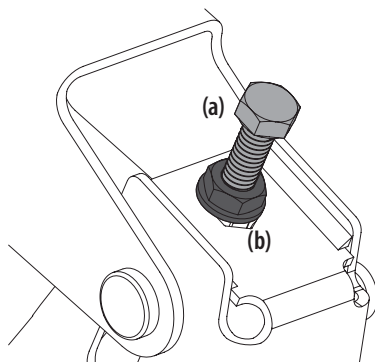

Figura 38
3. Ubique los pernos de ajuste (a) del lado izquierdo y derecho de la plataforma. Consulte la Figura 38.
4. Afloje pero no extraiga las contratuercas (b) en el perno de ajuste. Ajuste el perno de ajuste derecho o izquierdo arriba o abajo según sea necesario hasta que la altura de un lado a otro sea equivalente. Consulte la Figura 38.
5. Cuando se logra el ajuste correcto, vuelva a apretar la contratuerca (b). Ajuste hasta 57 pies-libras (77.3 N-m). Consulte la Figura 38.